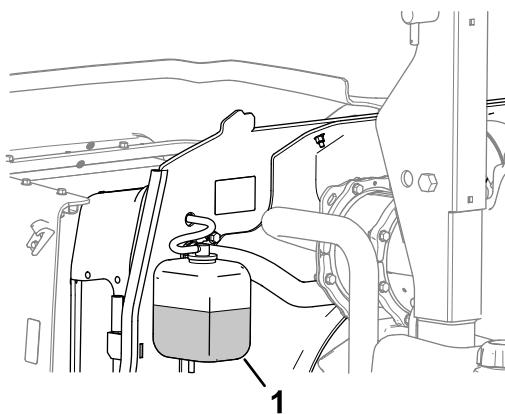

Figura 64
- Controllate il livello di refrigerante nel serbatoio di espansione (Figura 64).